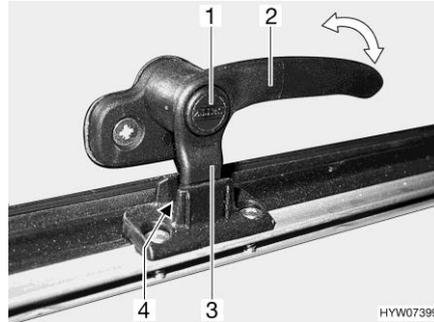
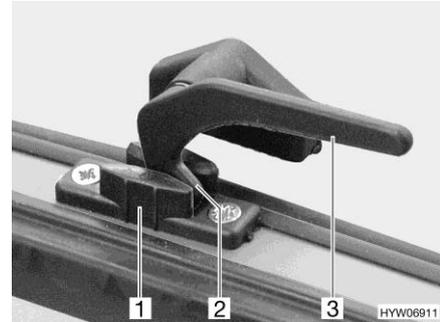

Fig. 71 Levier de verrouillage avec bouton de sécurité en position "Aération permanente"
Fig. 72 Levier de verrouillage en position "Aération permanente"
- En position "Aération permanente" (Fig. 71 et Fig. 72)
- S'il existe, appuyer sur le bouton de sécurité (Fig. 71,1) et le maintenir enfoncé.
- Tourner tous les leviers de verrouillage (Fig. 71,2 ou Fig. 72,3) d'un quart de tour vers le centre du lanterneau.
- Remettre tous les leviers de verrouillage en position initiale. Le tenon de verrouillage (Fig. 71,3 ou Fig. 72,2) doit pénétrer dans le logement du verrouillage du lanterneau (Fig. 71,4 ou Fig. 72,1).